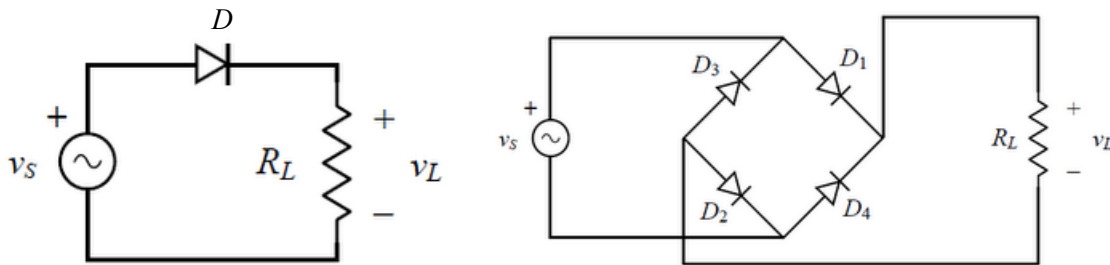

Figura 2: a. Rectificador de media onda. b. Rectificador de onda completa
La Figura 2 muestra dos circuitos rectificadores, uno construido con un solo diodo (D ; Figura 2a) y otro, con cuatro (D_1, D_2, D_3, D_4 ; Figura 2b), donde v_S es una señal alterna y R_L es una resistencia de carga.
1. Analice los circuitos presentados en la Figura 2 y haga un esquema de la señal que espera observar en la resistencia R_L .
2. Arme los circuitos de la Figura 2 y observe la señal de salida. Compare la frecuencia y el voltaje pico a pico de la señal de entrada y de salida.